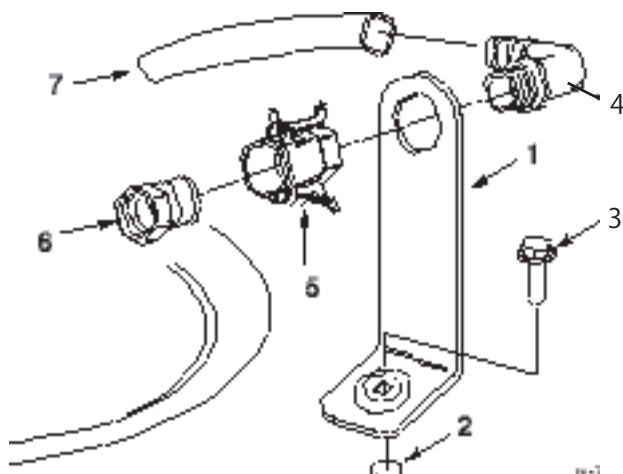

図2
1. タンクに開けてあるネジ穴に合わせて補給口ブラケットをセットし、フランジヘッド・ボルト (5/16 x 3/4 インチ) で固定する (図2)。
2. 90度エルボのネジ切りしている側をブラケットに通し、クイック・カップラでブラケットに固定する (図2)。
3. クイック・カップラにホース・アダプタを取り付ける (図2)。
4. カップラについているレバーをアダプタ側に倒してロックし、ヘアピンコッターで固定する (図2)
5. 90度エルボに逆流防止ホースを取り付ける (図2)。